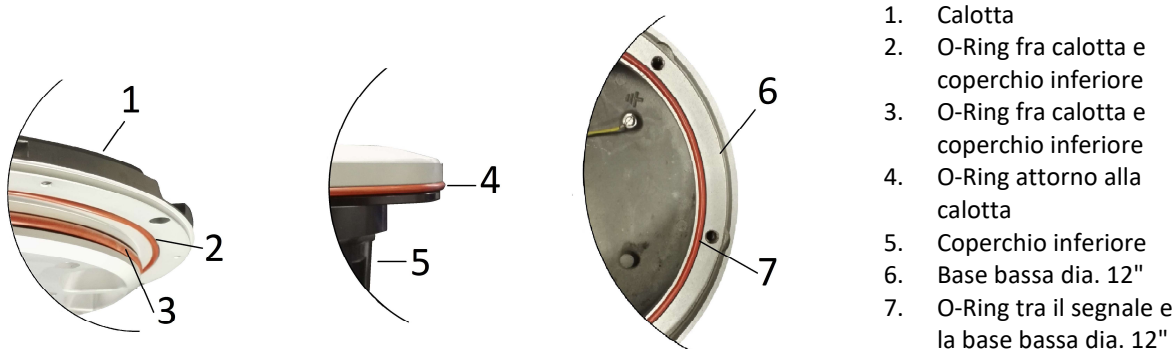

Figura 23– Guarnizioni del segnale
- due guarnizioni O-Ring fra calotta e coperchio inferiore (Figura 23 - n°2 e 3);
- una guarnizione O-Ring attorno alla calotta (Figura 23 - n°3);
- una guarnizione O-Ring fra il segnale e la base bassa dia. 12" (Figura 23 - n°7);